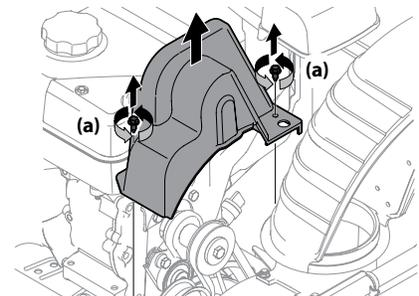

Figure 4-10
2. Retirez les deux vis autotaraudeuses (a) pour enlever le couvercle de courroie en plastique qui se trouve à l'avant du moteur. Voir Figure 4-10.